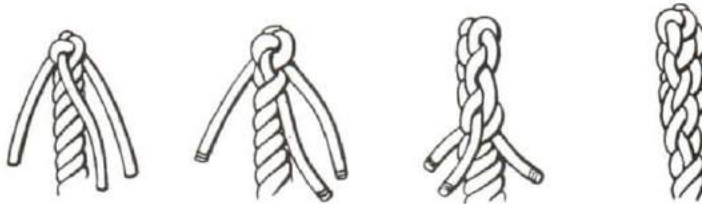

Figure 10-41
2. The lay of the rope is opened with a wooded fid and each strand tucked over one and under one strand of the standing part. Three or four tucks should be made. See Figure 10-41.
2. On défait ensuite le commettage du cordage au moyen d'un épissoir en bois, puis on entrelace chaque toron sur l'un et sous l'autre des torons du dormant. On fait trois ou quatre entrelacements (voir la figure 10-41).